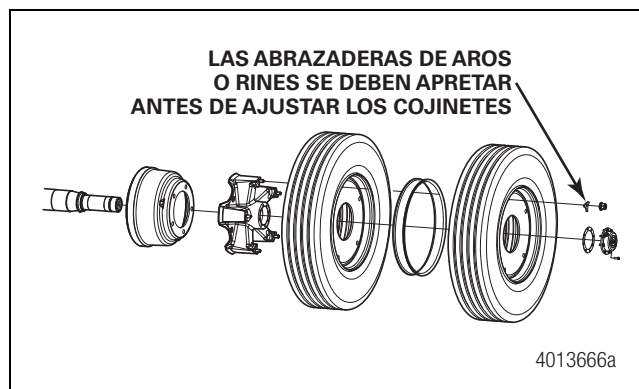

Figura 10.2
- Al instalar ruedas de radios en ejes de semirremolque Meritor, se debe apretar las abrazaderas de aro o rin de rueda antes de ajustar los cojinetes de rueda. De este modo se ayuda a eliminar tensiones excesivas sobre el cojinete y la espiga ocasionadas por las presiones de sujeción de la rueda. Figura 10.2.